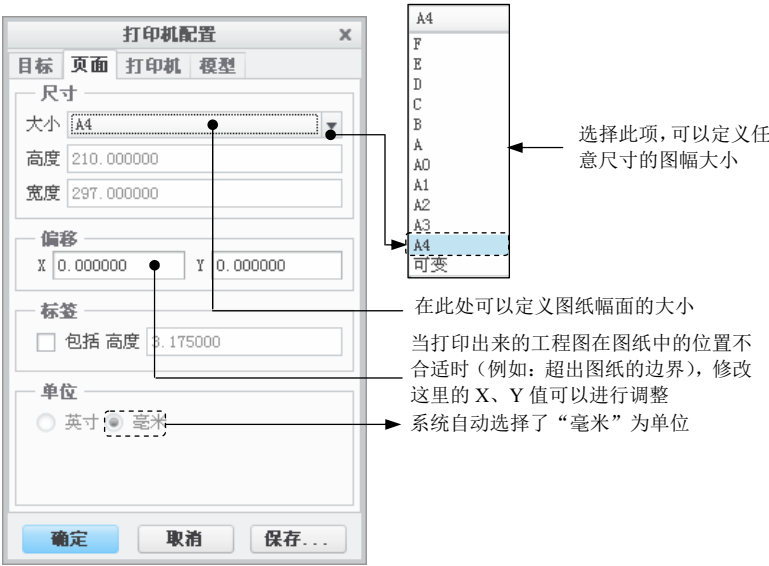

图 10.10.3 “页面”选项卡
① 选项卡。在该选项卡中，可以定义和设置图纸的幅面、偏距值、图纸标签和图纸单位，详见图 10.10.3 中的说明。在进行本例操作时，在“尺寸”区域选择 A4 幅面的打印纸；在“偏移”、“标签”、“单位”区域先不要进行操作，待首次打印操作完成后，如果